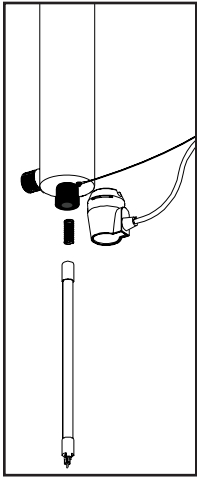
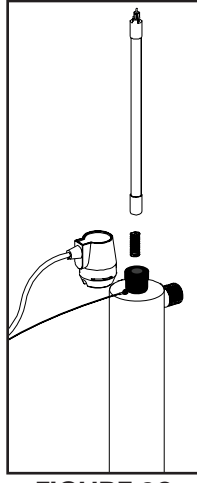

FIGURE 2C
FIGURE 2D
3. Pour l'installation d'une lampe neuve, retirer d'abord la lampe de son emballage de protection; veiller encore à ne pas toucher la surface de verre de la lampe. Insérer délicatement la lampe dans le réacteur (à l'intérieur du manchon de quartz – Figure 2C). Insérer complètement la lampe dans le réacteur, mais laisser la lampe dépasser de deux pouces hors de la chambre du réacteur. Ensuite, débrancher le connecteur à la lampe UV. Le connecteur comporte un repère de positionnement qui empêche un branchement incorrect (Figure 2B). S'assurer que le connecteur soit parfaitement enfoncé sur la lampe UV (Figure 2D).
3. To install a new lamp, first remove the lamp from its protective packaging, again being careful not to touch the lamp glass itself. Carefully insert the lamp into the reactor vessel (actually inside the quartz sleeve) (Figure 2C). Insert the lamp fully into the chamber leaving about two inches of the lamp protruding from the chamber. Next, attach the connector to the UV lamp (Figure 2B). The connector is “keyed” and will only allow correct installation in one position. Ensure the connector is fully seated onto the UV lamp (Figure 2D).